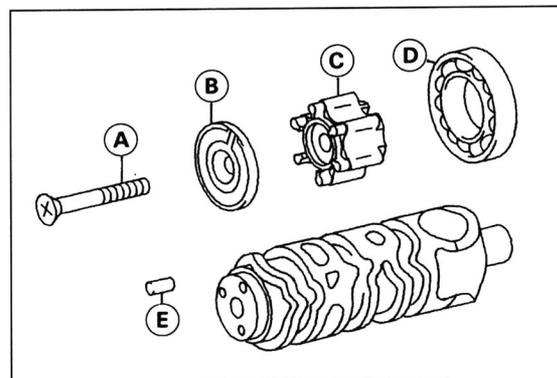

Bild 242
- Falls Schaltwalze zerlegt, Walze entsprechend Bild 242 zusammenbauen.